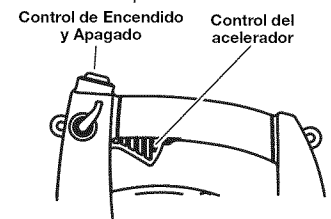

Fig. 8
NOTA: NO oprima el gatillo al arrancar (Fig. 8).
- Presione y mantenga oprimido el interruptor de control de Encendido y Apagado en la posición APAGADO (O) hasta que el motor se detenga por completo (Fig. 8).